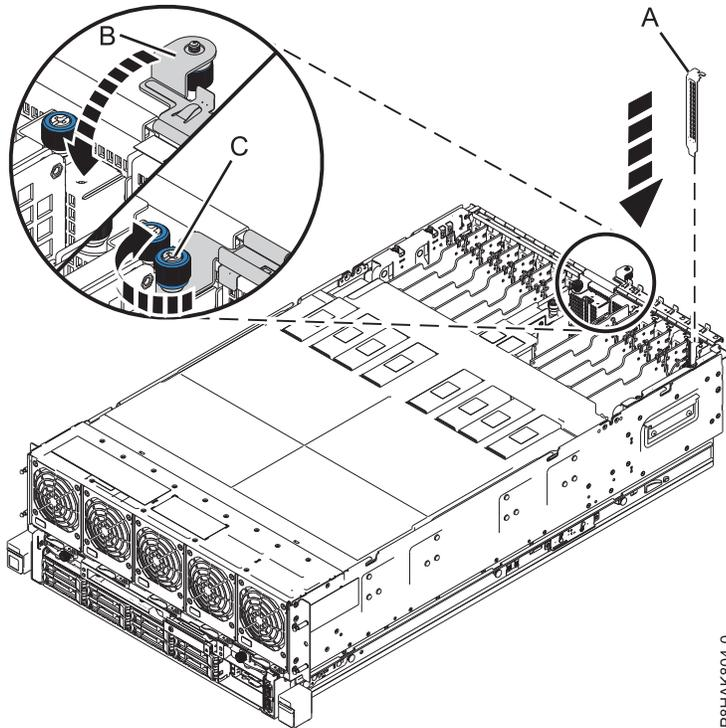

Figura 27. Instalación de un relleno en una ranura de adaptador PCIe en un sistema 8408-44E o 8408-E8E
- a. Sujete con cuidado la placa de relleno de contrapunta y alinéelo con la ranura y con el conector de la placa del sistema; consulte (A) en la Figura 27 en la página 42.
- c. Cierre la pieza de sujeción de retención de E/S haciéndola girar hacia abajo del sistema (B). Consulte la Figura 27 en la página 42.
- d. Atornille el tornillo cautivo de la pieza de sujeción de retención de E/S en el sentido del reloj (C), tal como se muestra en la Figura 27 en la página 42.